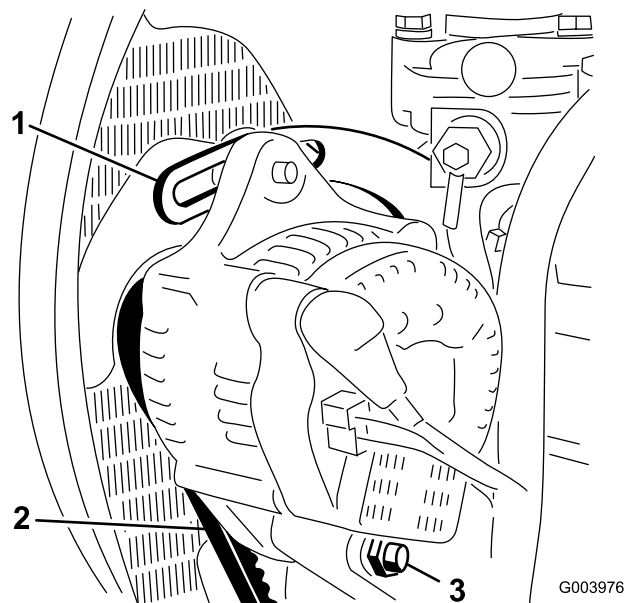

Figura 71
2. Verifique a tensão da correia do alternador, premindo-a (Figura 71) até meio caminho entre as polias do alternador e do cárter com uma força de 10 kg.
3. Desaperte o parafuso que segura a braçadeira ao motor (Figura 71), o parafuso que segura o alternador à braçadeira e o parafuso de articulação.